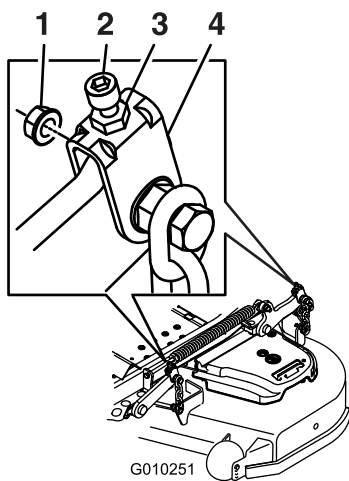

Figure 88
10. Le cas échéant, desserrez l'écrou Whizlock sur le côté de la chape et l'écrou de blocage sur le dessus (Figure 88).
17. Ajustez précisément la vis de réglage en la tournant jusqu'à obtention d'une hauteur de 8,3 mm (3¼ po) (Figure 88).